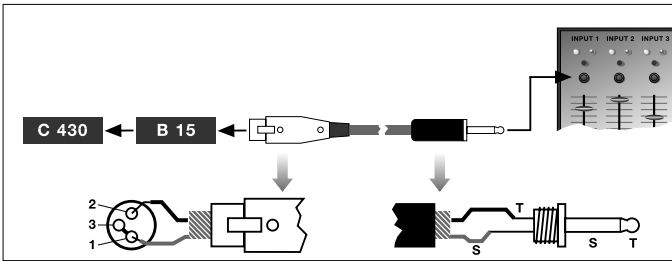

Fig. 2: Conexão a uma entrada não balanceada
1. Solde em ponte os pinos 1 e 3 no conector XLR e conete à blindagem do cabo. Veja fig. 2.